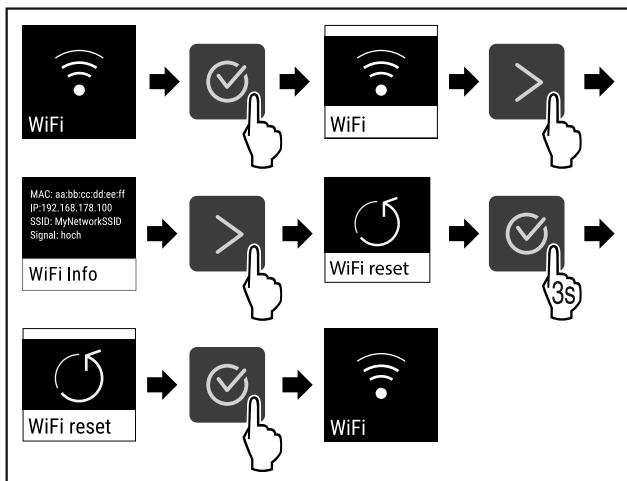

Fig. 88
- Kryeni hapat e veprimit (shihni Fig. 88).